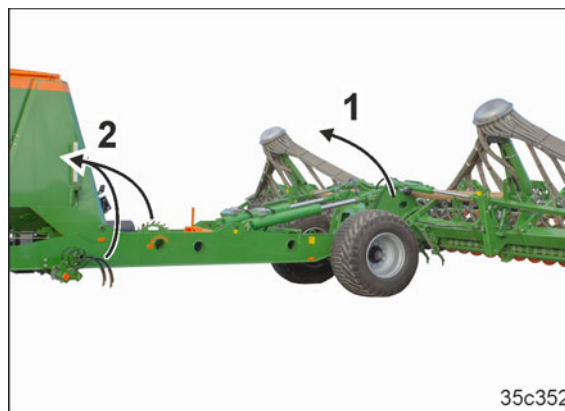

Fig. 263
- o a cadrului spate (Fig. 263/1)
- o a afănătorului de urmă a roților tractorului (opțiune, Fig. 263/2)